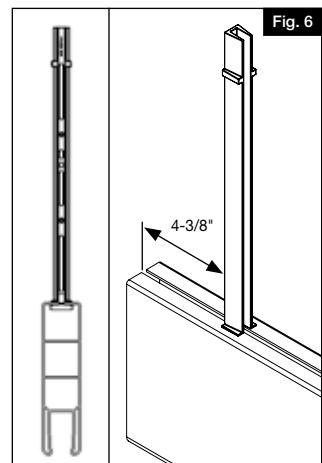

Fig. 6
- b. Faire pivoter le montant de 90 degrés pour que l'ouverture soit orientée vers le centre de la traverse. S'assurer de laisser un espace d'environ 4-3/8 po (111,1 mm) à partir de l'extrémité de la traverse (Fig. 6).